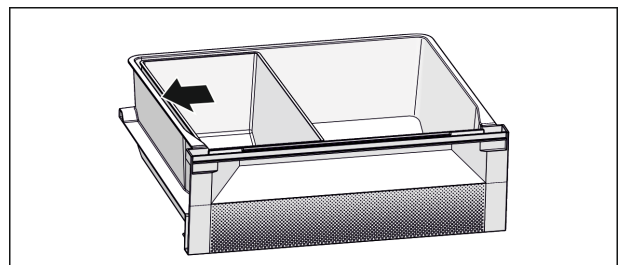

Fig. 7
- ▶ Saat optimaalisen jäähdytystehon seuraavasti: Sijoita Fish & Seafood -laatikko paikalleen kuvan mukaisesti (katso Fig. 7).